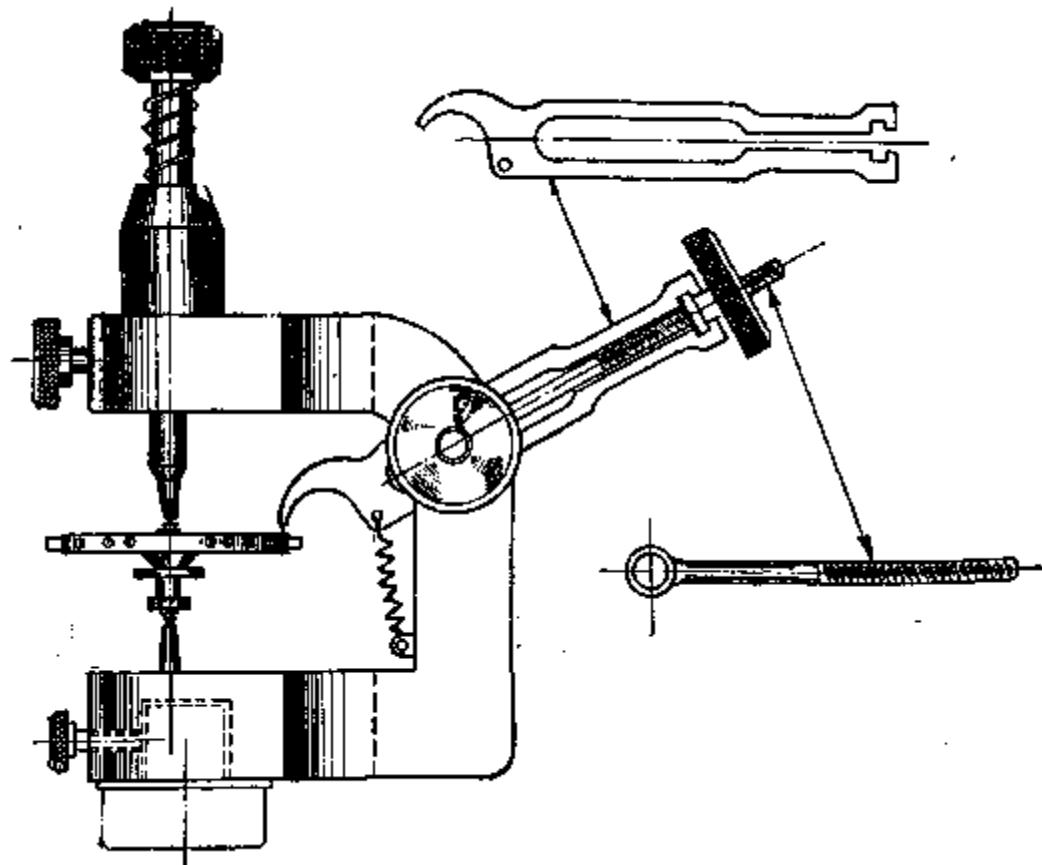

Рис. 87. Специальный станок для проверки баланса
4. Станок для проверки баланса по плоскости (рис. 87), закрепляющийся в тисках. Проверка баланса во всех случаях производится медленным поворотом баланса и наблюдением просвета между остроугольным выступом линейки и ободом.